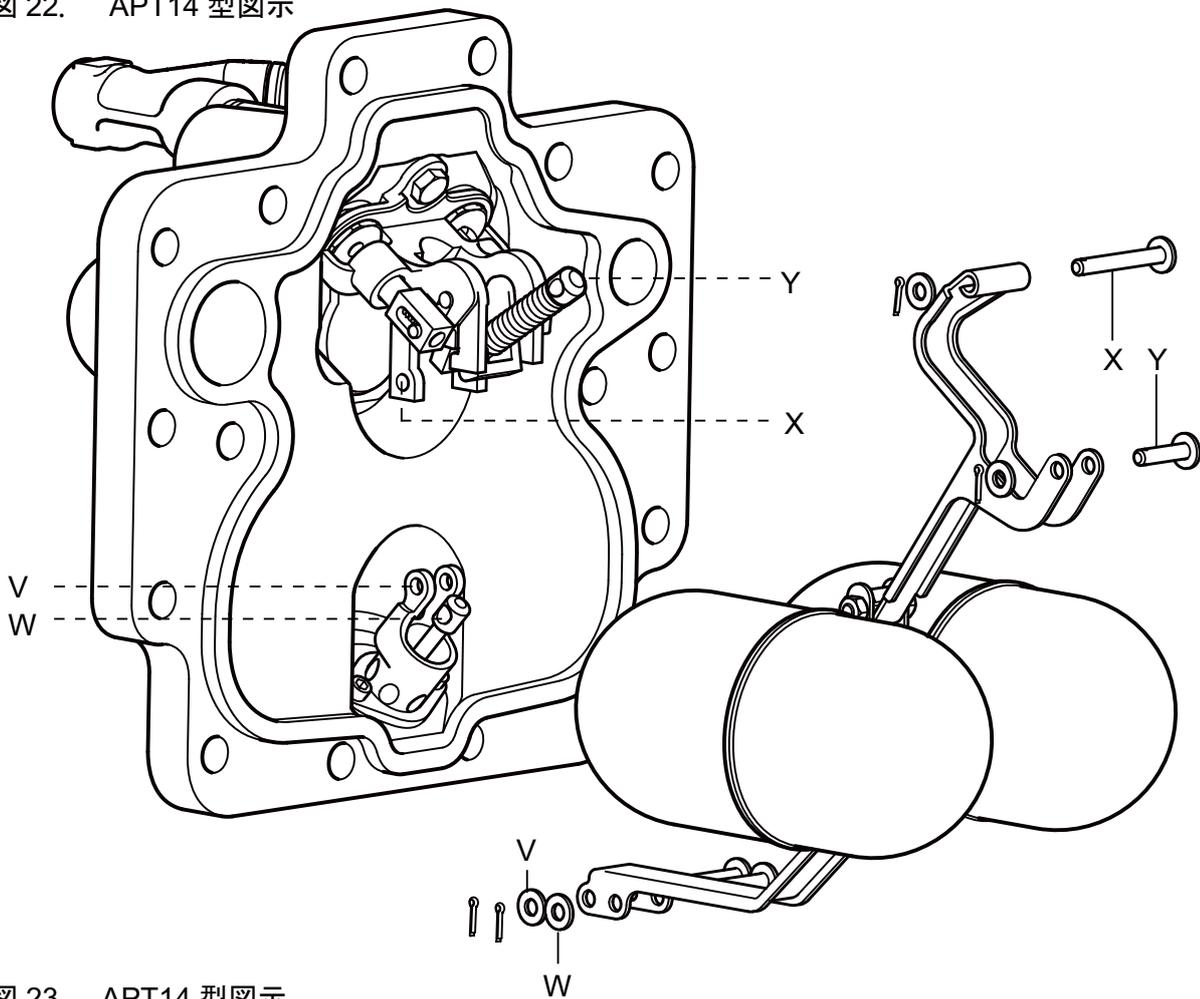

図 23. APT14 型図示
10. 下記の順序で交換用シャフトは容易に取り付けられます。(図23参照)